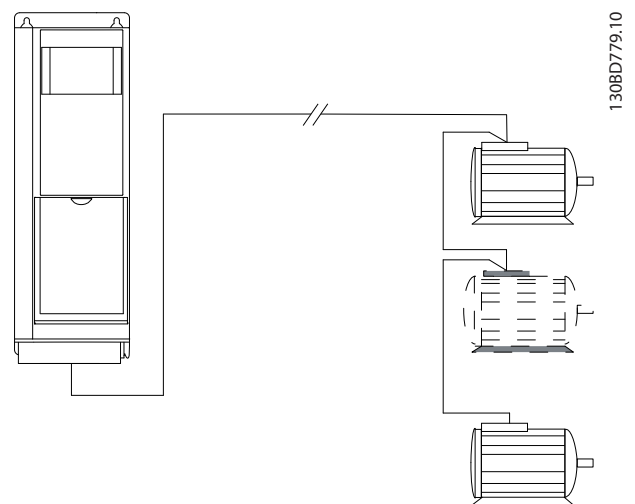

Ilustración 9.55 Cables largos en conexión en serie
- Para cables largos sin conexión paralela, consulte la Ilustración 9.55.